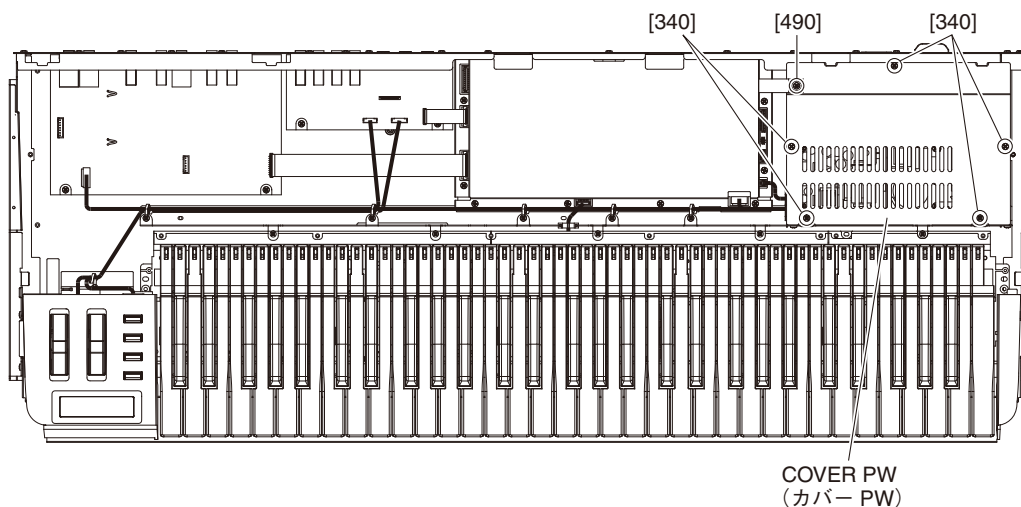

Fig. 6 (図 6)
- 3-3. Remove the five (5) screws marked [340] and the screw marked [490]. The cover PW can then be removed. (Fig. 6)
- 3-3. [340] のネジ 5 本と [490] のネジ 1 本を外して、カバー PW を外します。(図 6)